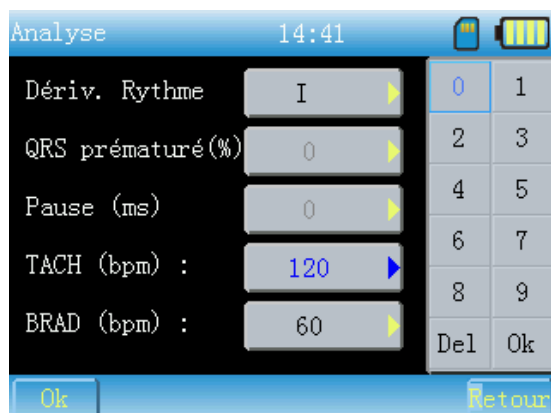

Fig. 13-6-3
- (2) Pause cardiaque : cliquer sur la zone correspondante à l'écran pour afficher l'interface comme illustré à la Figure 13-6-3.